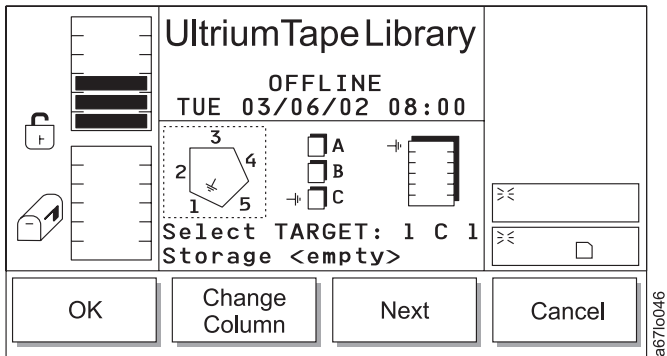

Abbildung 113. Dialog zur Auswahl der Zielposition für Transportoperation
- Wird **OK** ausgewählt, werden die Quellenparameter akzeptiert, und der Dialog zur Auswahl der Zielposition für eine Transportoperation erscheint (siehe Abb. 113 auf Seite 133).
- Wird **OK** ausgewählt, werden die Quellenparameter akzeptiert, und der Dialog zur Auswahl der Zielposition für eine Transportoperation erscheint (siehe Abb. 113).
Tabelle 62. Übersetzung von Abb. 113, Dialog zur Auswahl der Zielposition für Transportoperation